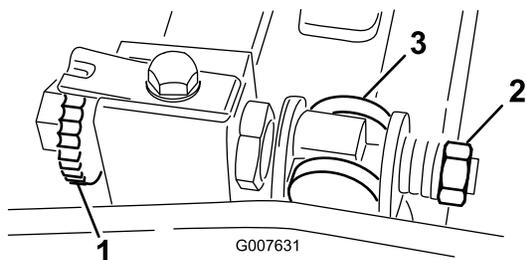

Рисунок 58
1. Поворачивайте винт регулировки неподвижной планки против часовой стрелки, чтобы отодвинуть неподвижный нож от барабана (Рисунок 58).
2. Отвинчивайте гайку натяжения пружины до тех пор, пока шайба больше не будет нажимать на неподвижную планку (Рисунок 58).